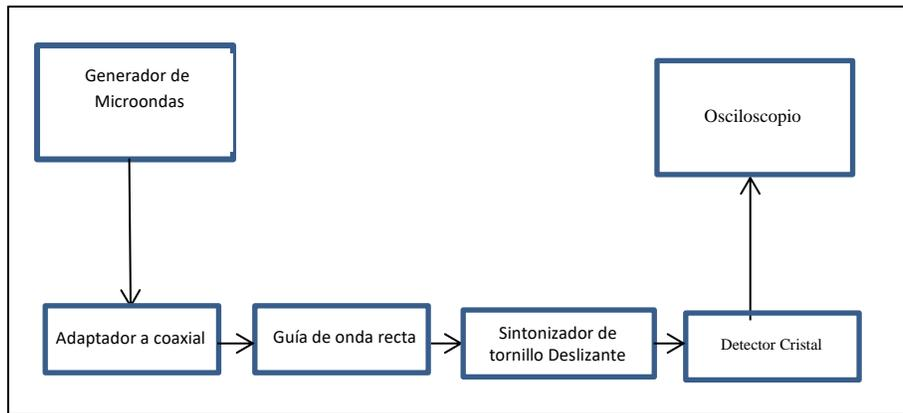

Figura 9.1 Aplicación del Sintonizador de Tornillo Deslizante
1. Monte las guías de onda como se muestra la figura 9.1